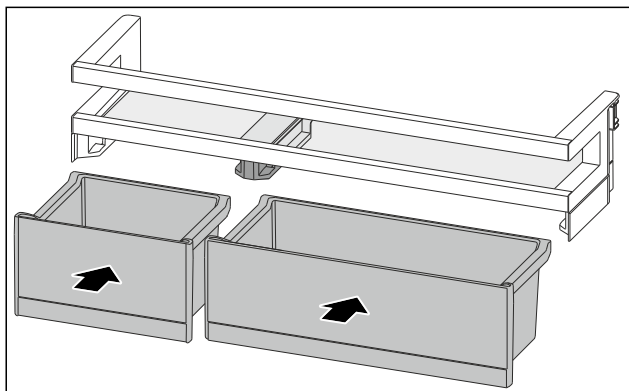

Fig. 186
- Inserire i VarioBox in posizione scambiata. (vedere Fig. 186)